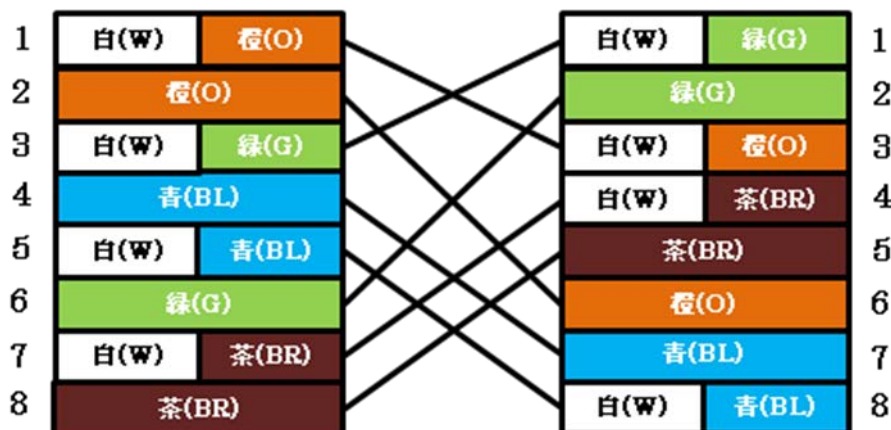

図 5-4 クロスケーブル(IEEE802.3ab)
- クロスケーブル(IEEE802.3ab) : 図5-4で示すようにピン配置は一方の端のピン配置は568B規格に従い、もう一方の端のピン配置はIEEE802.3ab規格に従います。4組すべてがクロスオーバー結線となる1000BASE-T用のピン配置です。